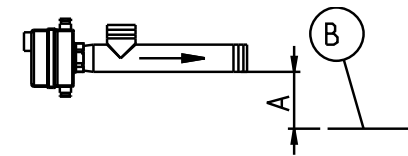
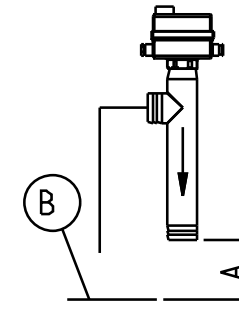

Abb. 2: Waagrechter Einbau (über Beckenniveau)
Abb. 3: Senkrechter Einbau (über Beckenniveau)
Flexible Schlauchanschlüsse am Gebläseluftvorheizer GENO®-EWT-L montieren. Der Einbau erfolgt im Vollstrom zwischen Becken und Gebläse. Der Einbau sollte > 0,3 m (A) über der Wasseroberfläche (B) erfolgen und darf waag- oder senkrecht sein (Abb. 2 und Abb.3).